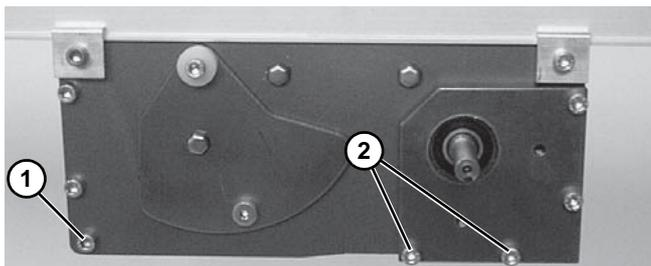

Figura 53
10. Apriete los tornillos de la esquina (**Figura 53, artículo 1**) de cada lado del módulo de transmisión a 9 Nm.
12. Vuelva a instalar los tornillos de la puerta tensora (**Figura 53, artículo 2**) de cada lado del módulo de transmisión. Apriete los tornillos a 6,8 Nm.
Con los motorreductores instalados verticalmente, los tornillos de la puerta tensora (**Figura 53, artículo 2**) se instalan en un lado cuando el paquete de montaje del motorreductor está instalado.